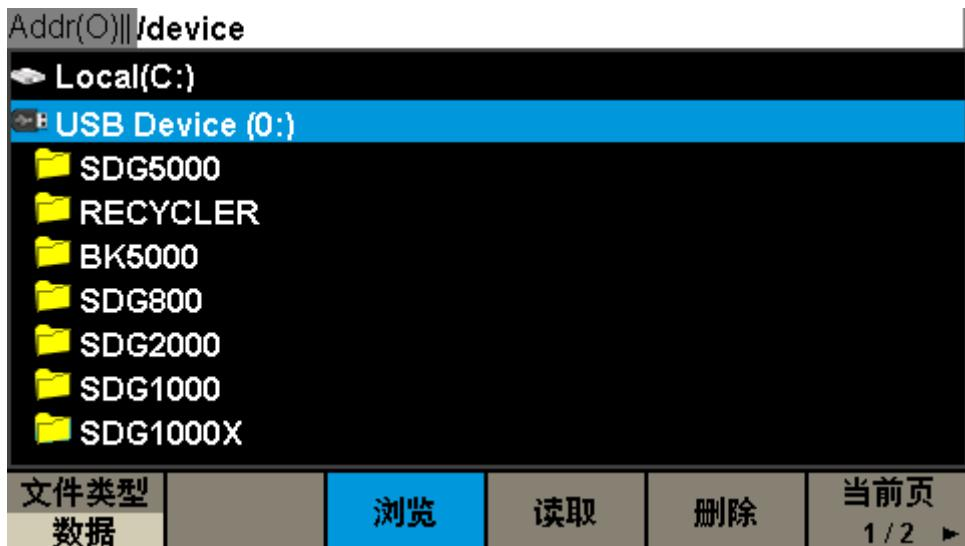

图 2-36 固件升级界面
4. 旋转旋钮选择**USB Device (0:)** 然后向下按下旋钮，展开U盘目录，如图2-36所示。